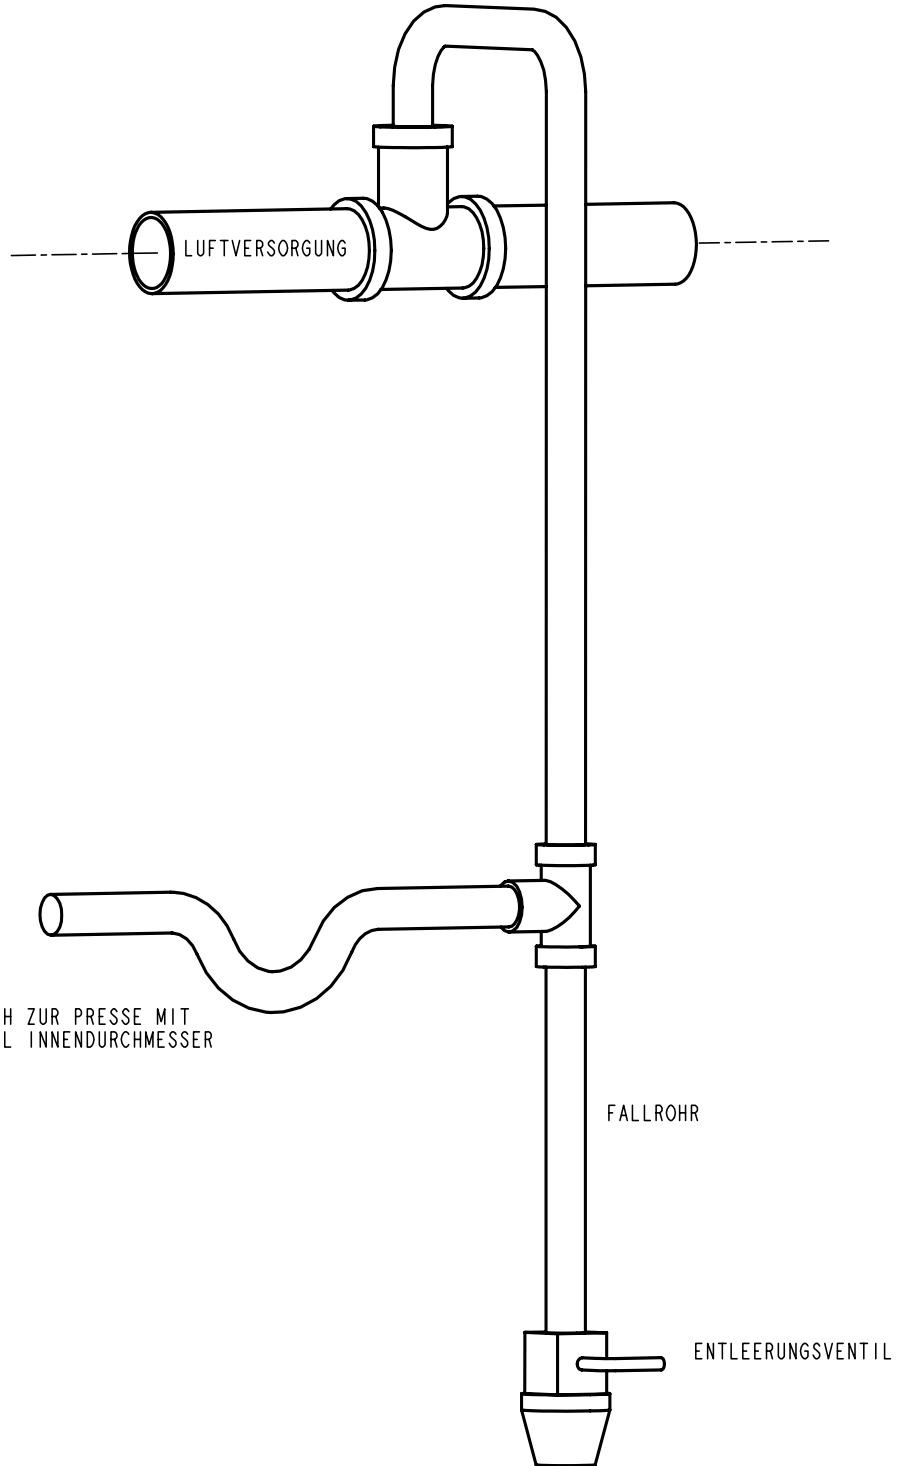

ABBILDUNG 1.0
- **Druck-Luftanschluß** - Richtiger Anschluß gem. Abbildung 1.0 unterstützt die Gewährleistung der genannten Anforderungen.